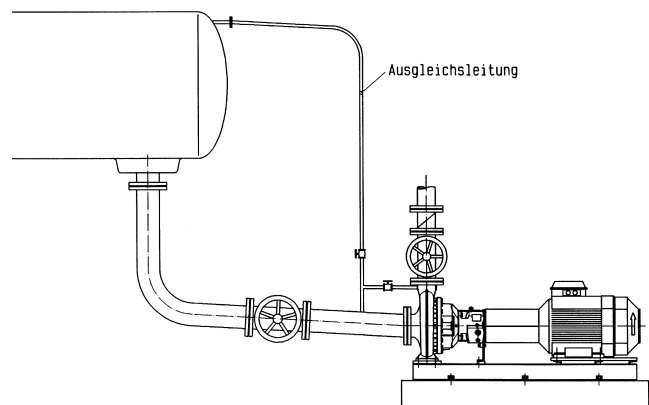

Bild 3
- Eine zusätzliche absperzbare Rohrleitung (Bild 3) - Pumpendruckstutzen-Ausgleichsleitung - erleichtert das Entlüften der Pumpe vor dem Anfahren.